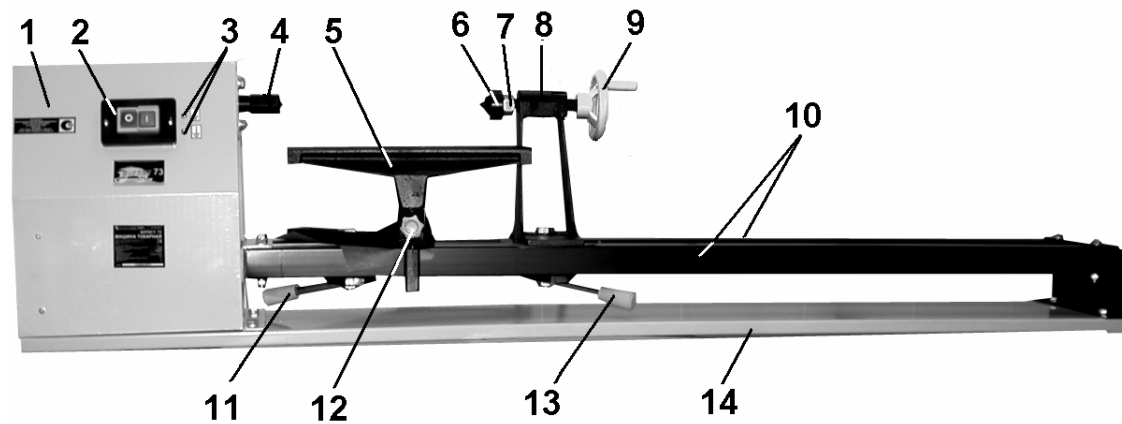

Рис. 2
7.1. Машина состоит из следующих сборочных единиц и деталей (Рис. 2):
8.1. Как показано на Рис.2, установите винт фиксации (2) подручника (5).
9.3. Задняя бабка (Рис. 2)
9.4. Подручник (Рис.2,7)